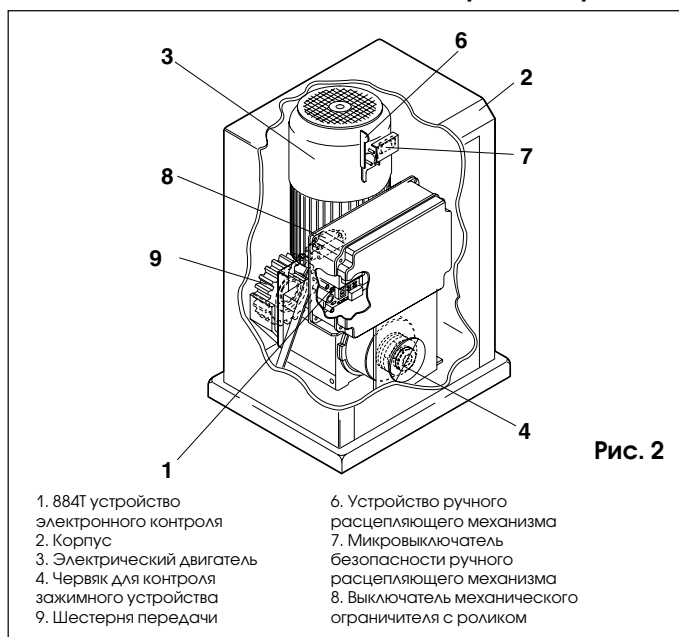
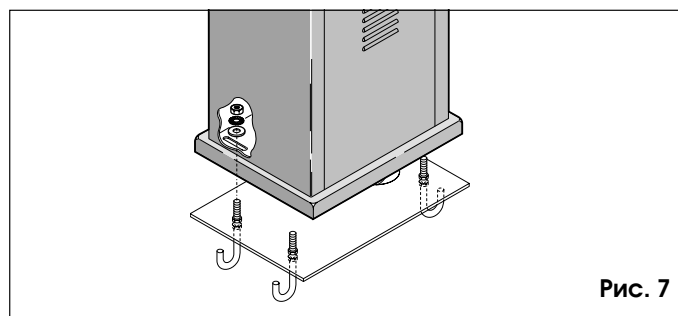

Рис. 2
Рис. 7
- 1) Снимите корпус (2, рис. 2) и установите двигатель редуктора на монтажное основание. Установите, не затягивая, шайбу, резную шайбу и гайку как показано на рис. 7.
Двигатель оснащен электрическим выключателем (рис. 2 – ссылка 7), активизирующимся при переводе электропривода в ручной режим работы. При активном состоянии расцепителя работа двигателя запрещается.